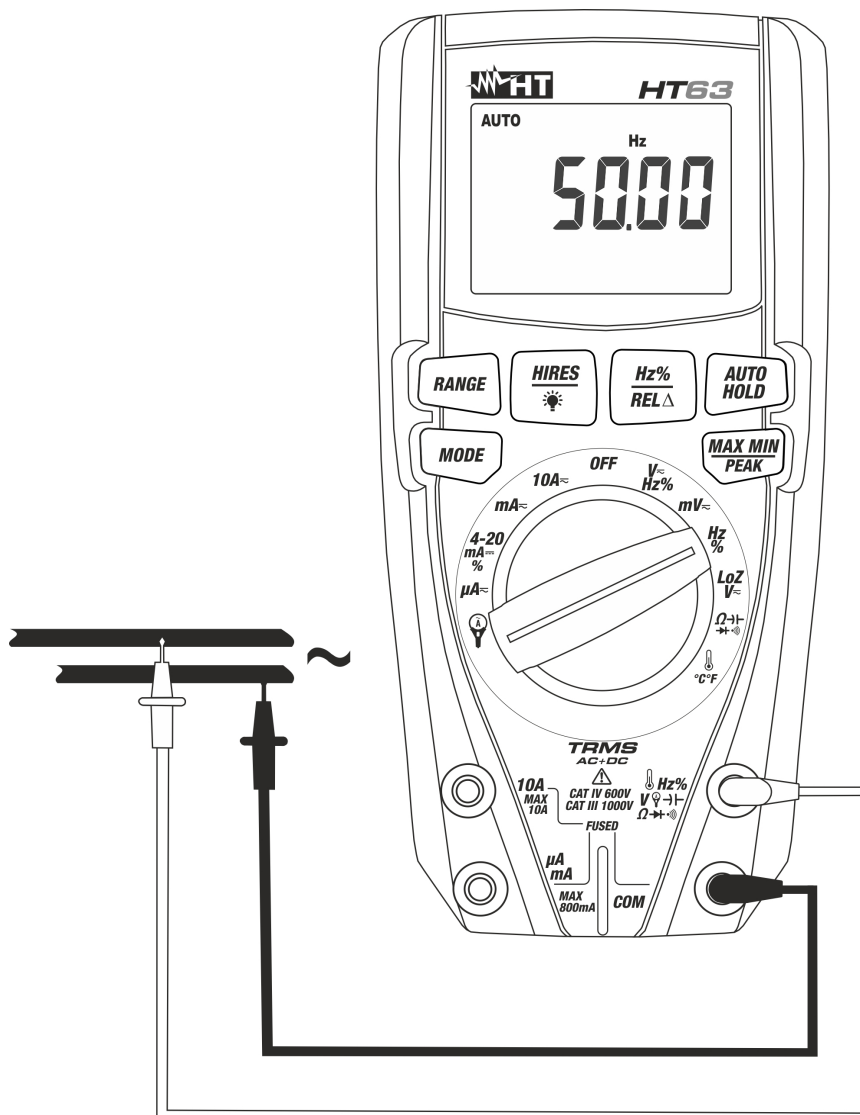

Fig. 5: Uso del instrumento para medida de Frecuencia y Duty Cycle
4. Posicione la punta roja y la punta negra respectivamente en los puntos del circuito en examen (vea Fig. 5). El valor de la frecuencia (Hz) o duty cycle (%) se muestra en pantalla. La barra grafica no está activa en estas funciones